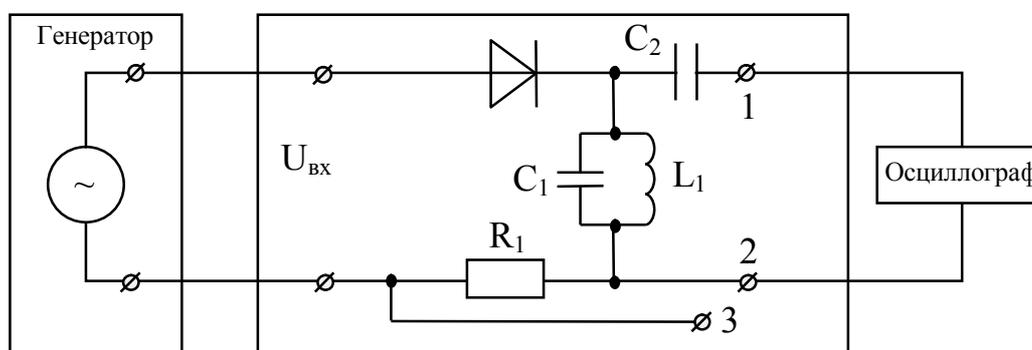

Рис. 6. Схема установки.
2. Собрать схему для исследования работы полупроводникового умножителя частоты (рис. 6).